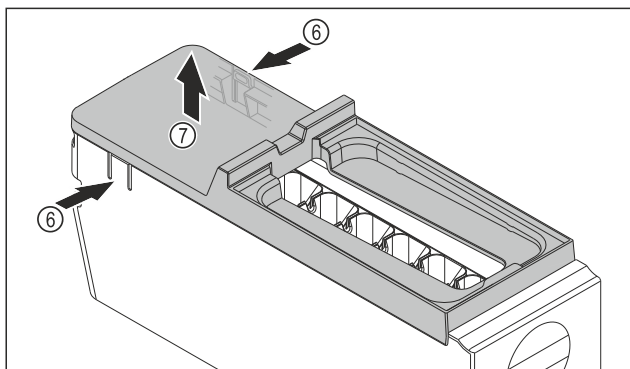

Fig. 145
- Vyjmutí krytu korpusu EasyTwist-Ice: Lamely Fig. 145 (6) na obou stranách korpusu EasyTwist-Ice stlačte jednou rukou.
- Kryt Fig. 145 (7) vyjměte druhou rukou nahoru.